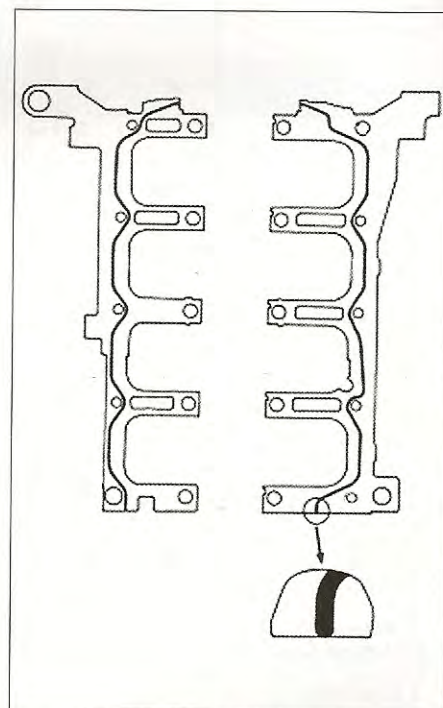

FIG. 36
• Aplicar un cordón de silicona de estanqueidad de aproximadamente 2,5 a 3,5 mm de espesor sobre el bloque motor (fig. 36).